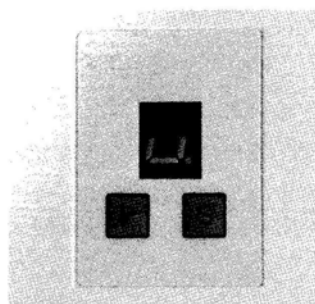

Рисунок 18
2. Нажмите «P» чтобы попасть в раздел настроек скорости (на знаковом индикаторе загорится «V», см. Рисунок 18),